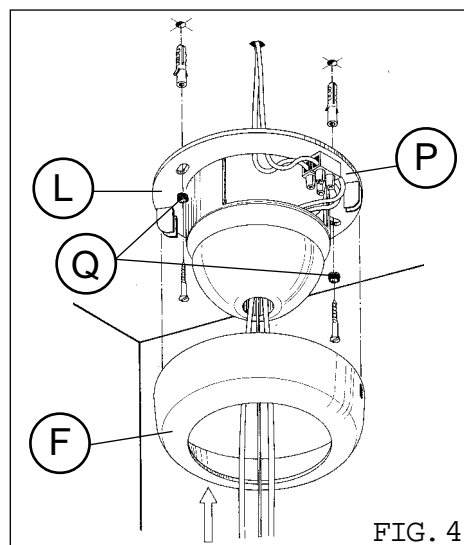

FIG. 4
Fig. 4 Fissare il supporto (L) al soffitto attraverso viti, tasselli ad espansione, e le rondelle (Q). Eseguire i collegamenti elettrici alla morsetteria (P). riagganciare il rosone (F) nella posizione originaria, premendo per impegnare gli scatti.
- Fig.4 Fix the support (L) to the ceiling with screws, expansion screws and the washers (Q). Perform the electrical connections on the terminal block (E). Hook the rose (F) again into its original position by pressing on the triggers.
- Fig.4 Fixer le support (L) au plafond avec les vis, les tasseaux à expansion et les rondelles (Q). Effectuer les connexions au bornier (E).
- Abb. 4 Den Halter (L) mit den Schrauben, den Spreizdübeln und den Unterlegscheiben (Q) an der Decke befestigen. Die elektrischen Anschlüsse am Klemmbrett (E) herstellen. Rose (F) in ihrer ursprünglichen Position wieder einschnappen lassen
- Fig. 4 Fije el soporte (L) al techo con los tornillos, tacos expandibles y arandelas (Q). Realizar las conexiones eléctricas al tablero de bornes (E). Volver a colocar la roseta (F) en la posición original y presionar hasta que se encastre.